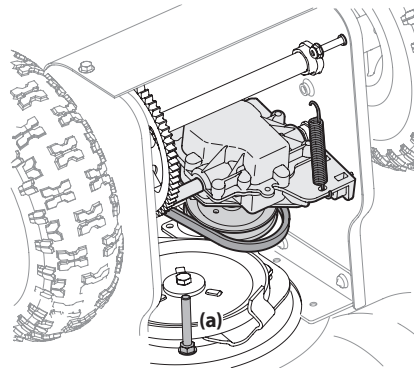

Figura 4-16
3. Incline la máquina quitanieve hacia arriba y hacia adelante de manera que quede apoyada sobre la caja de la barrena. Retire el guardacorrea como se indica en la Figura 4-16. Regrese la máquina quitanieve a su posición vertical para completar los siguientes pasos.